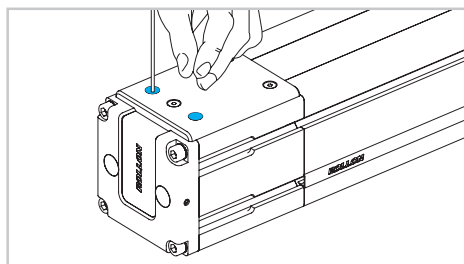

Fig. 3
- 2) Retirer la plaque de la tête folle en desserrant seulement les 4 vis extérieures. (Fig. 3).